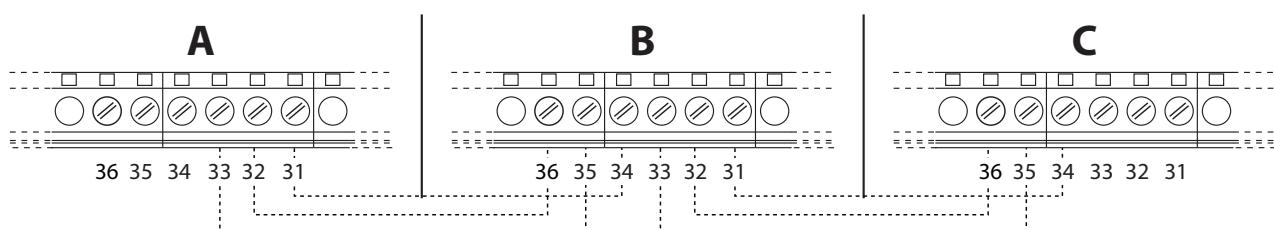

fig. 56 - Collegamento in cascata
1. Collegare i moduli come mostrato in fig. 56 (**esempio con 3 moduli**)
Se questo non avviene, togliere alimentazione e controllare il cablaggio in fig. 56.